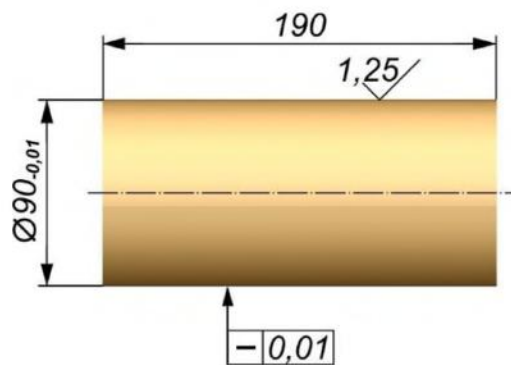

Рис. 3.65. Специальная оправка № 2
- установить в гнезда картера редуктора под подшипники дифференциала специальную оправку № 2 (рис. 3.65), установить и закрепить крышки подшипников дифференциала;